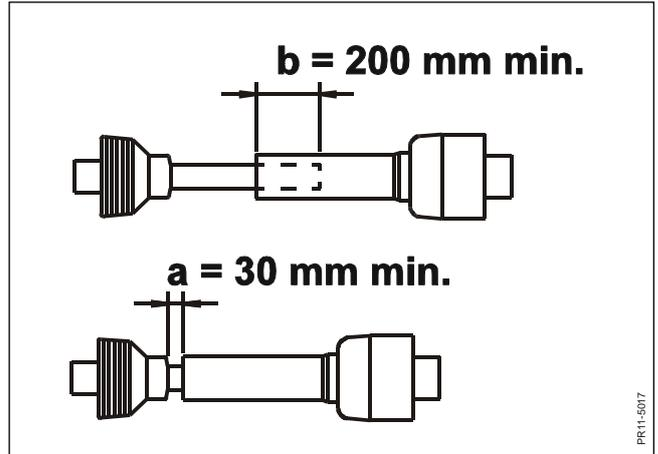

Fig. 2-8
- Fig. 2-8** Die Gelenkwelle in der Länge so anpassen, dass sie in Arbeitsstellung mindestens 200 mm Überlappung auf den Profilrohren hat, in keiner Stellung dichter am Block ist als 30 mm und in weitest ausgezogener Stellung mindestens 100 mm Überlappung hat.